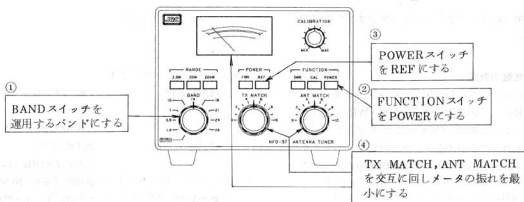

図 3.3 マッチングネットワーク部の調整
3.2.1で測ったSWR値が1.5以下程度であれば使用上支障はありませんがそれ以上の場合には効率よくパワーをアンテナへ送り込むためマッチング（整合）をとる必要があります。図3.3に示すようにBANDスイッチを運用するバンドに合わせて、